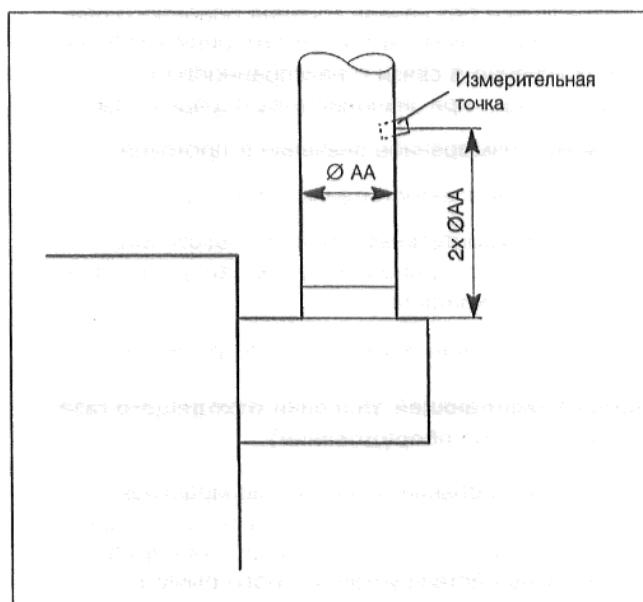

Рис. 22: Измерительная точка в трубе отходящего газа
- Выполнить в трубе отходящего газа отверстие на расстоянии прибл.  $2 \times \text{Ø AA}$  за предохранителем потока на стороне, обращенной от котла (Рис. 22).